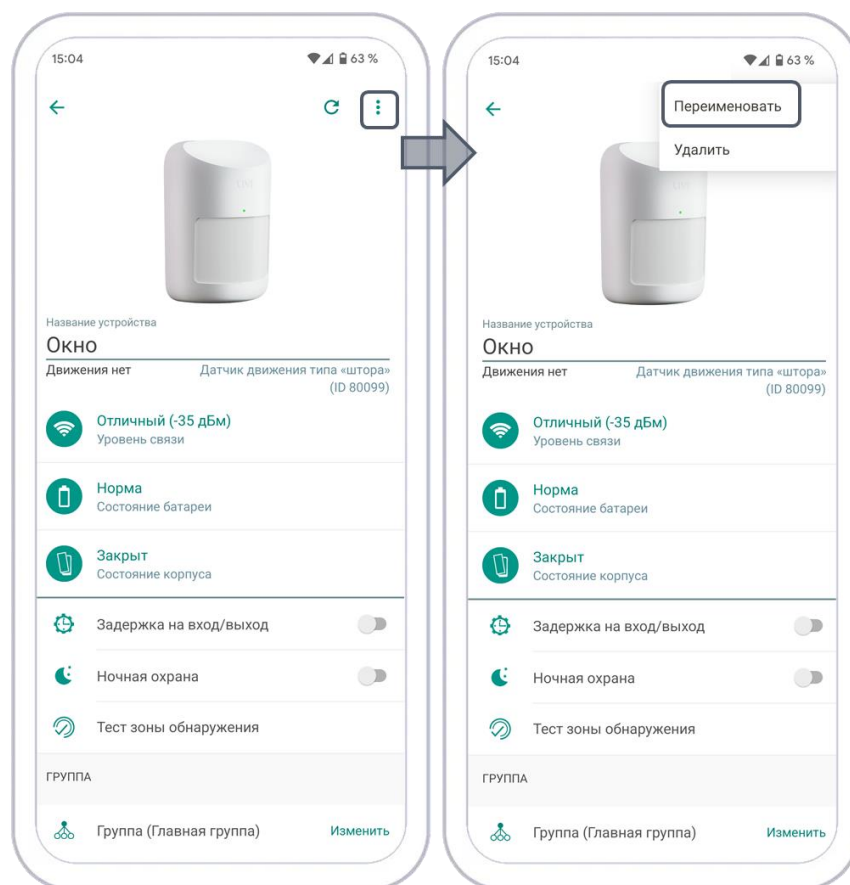

Рисунок 12.6 — Вызов меню на экране настройки радиоустройства
1. Откройте экран настройки радиоустройства в приложении (см. рисунок 12.6).